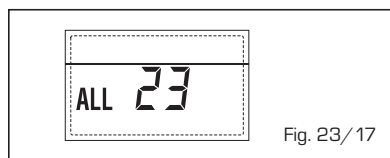

Fig. 23/17
- ANOMALIE PANNE SONDE COLLECTEUR SOLAIRE S1 "ALL 24" (fig. 23/18)